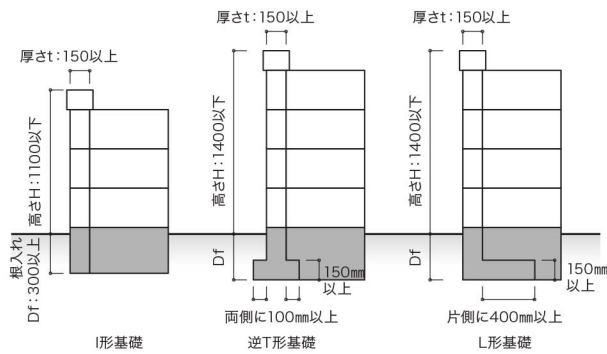

図2-4-1 組積造の塀 (学会規準)
- ・基礎の根入れは300mm以上かつ塀の高さの1/4以上とします。基礎の形状と塀の高さは、(表2-4-1、図2-4-1)を参照してください。